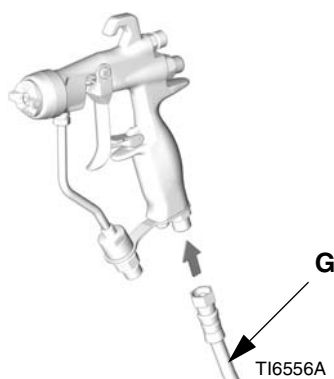

FIG. 2
5. Sluit de luchtslang (G) aan op de 1/4 npsm luchtinlaat van het pistool. Zie FIG. 2.